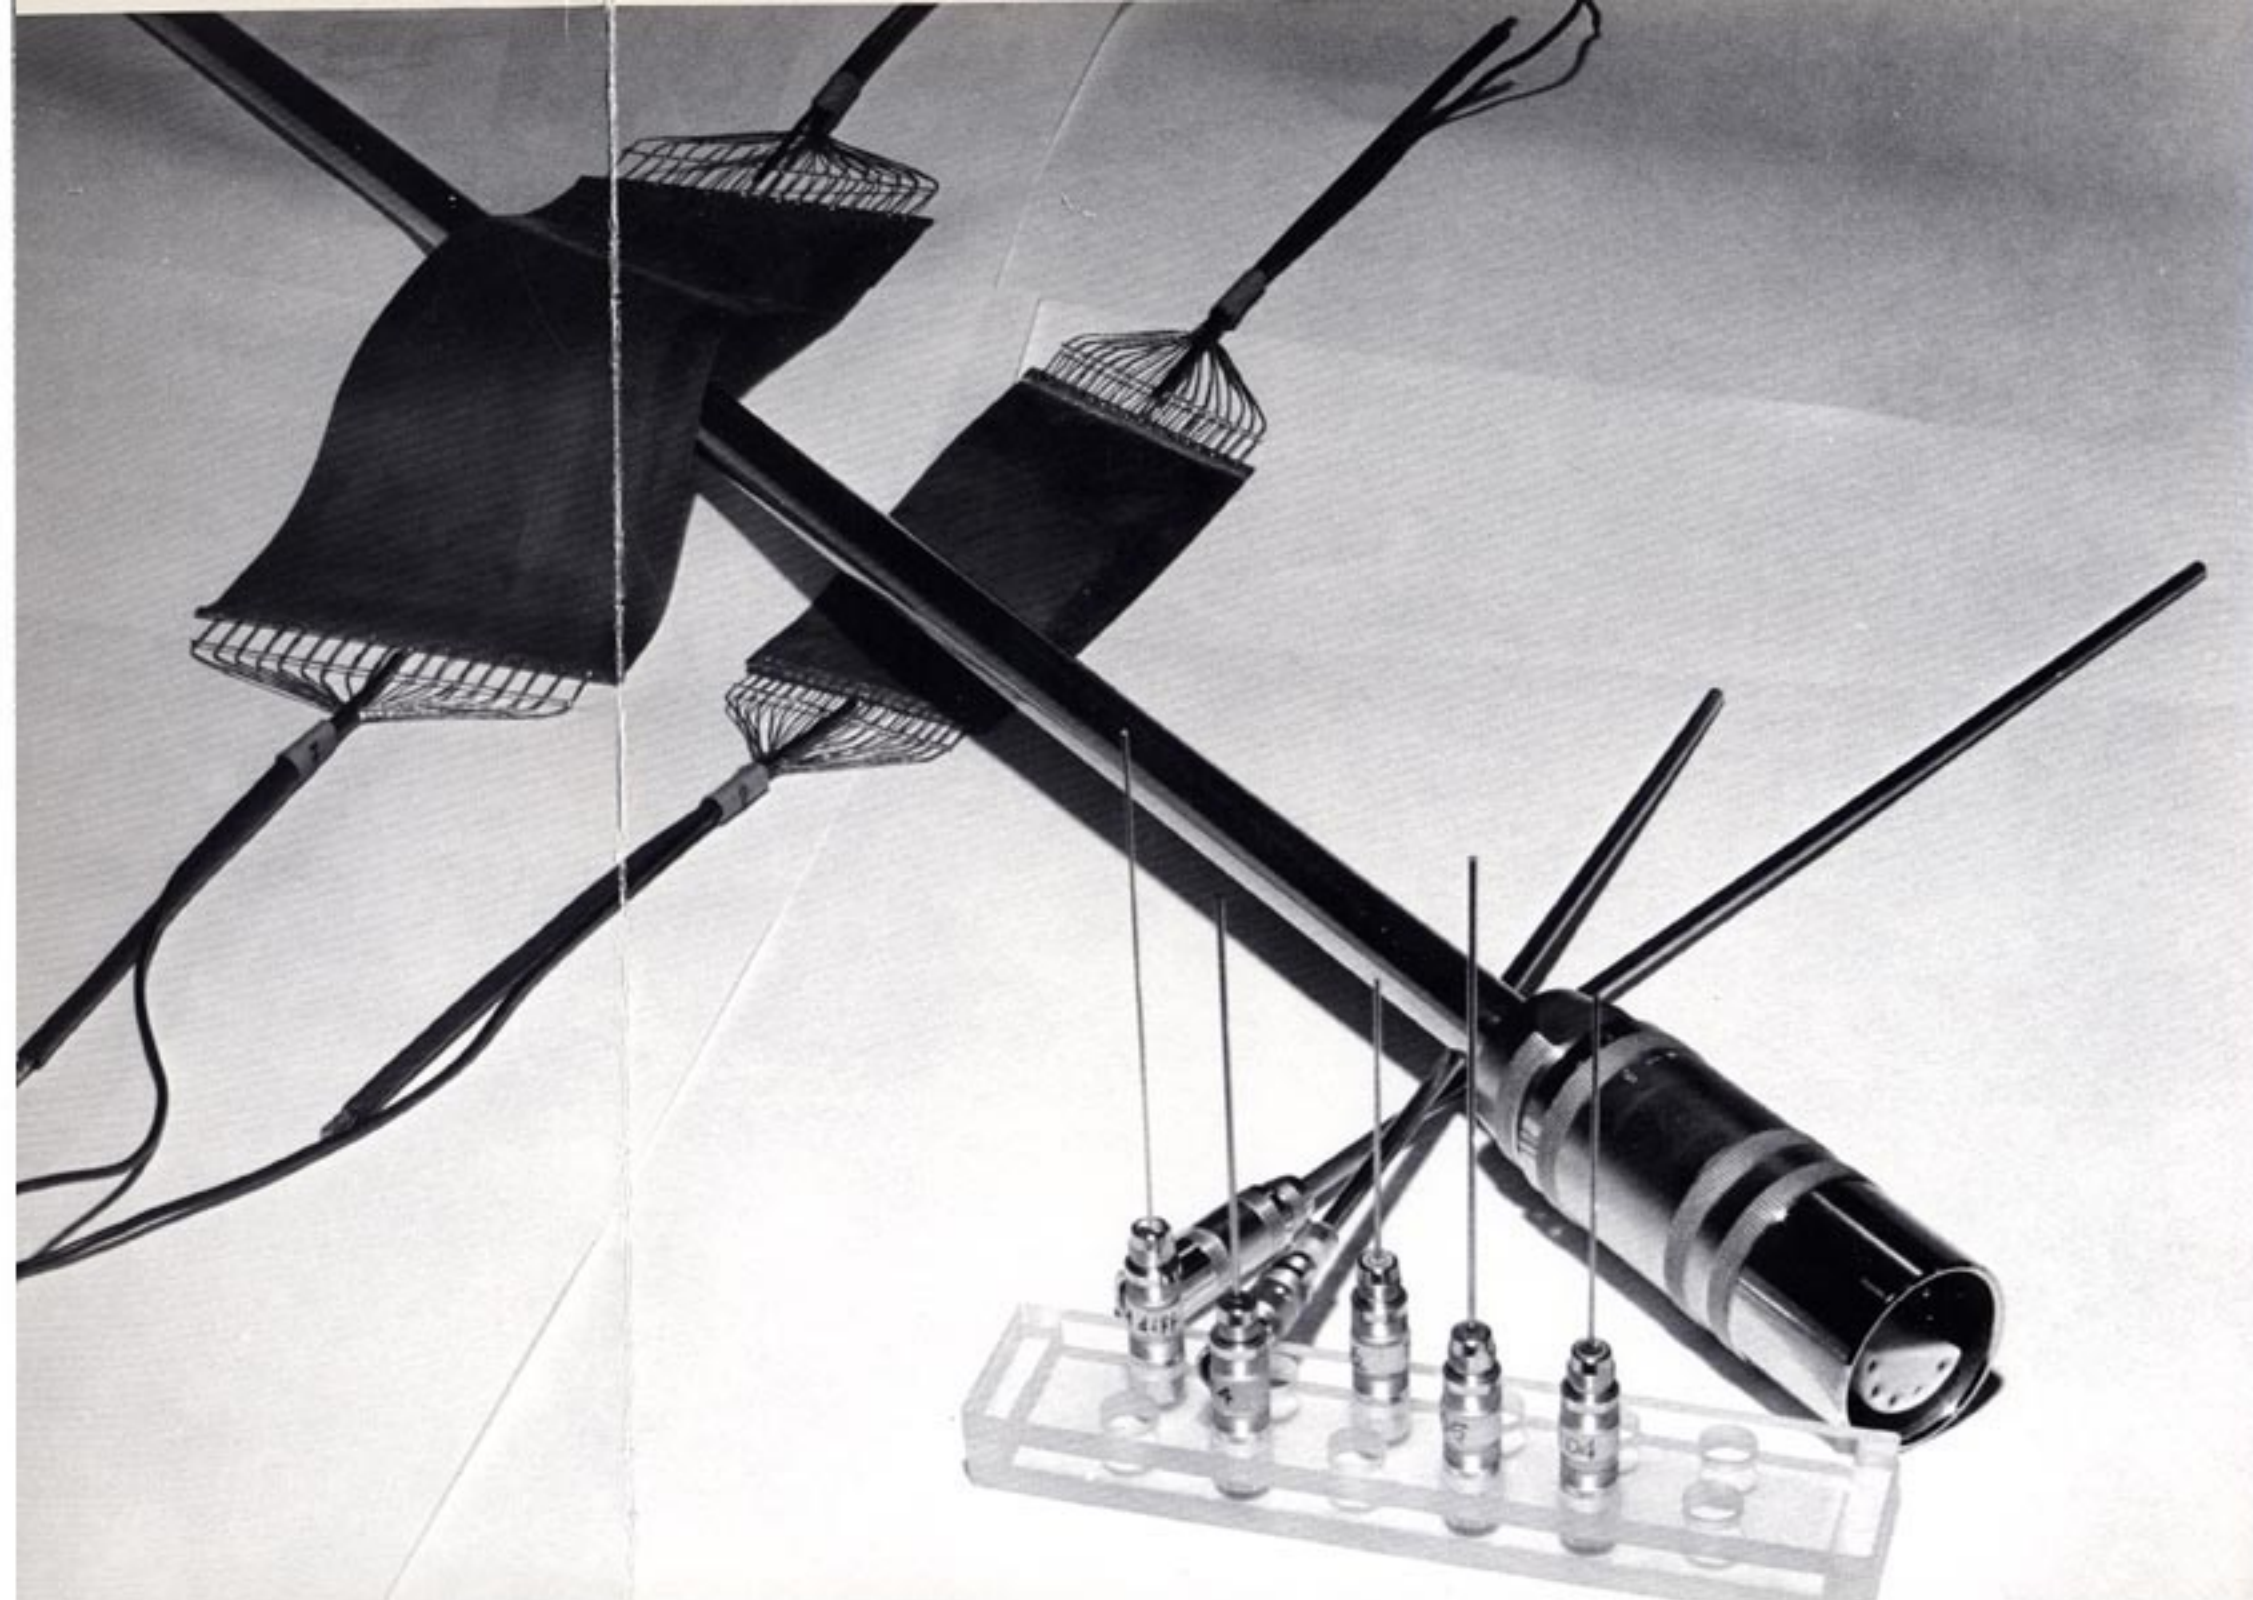

Figura 6 - Dispositivi per misurare la propagazione del calore in masse cementizie
- Figura 6 Misura della propagazione del calore in calcestruzzo